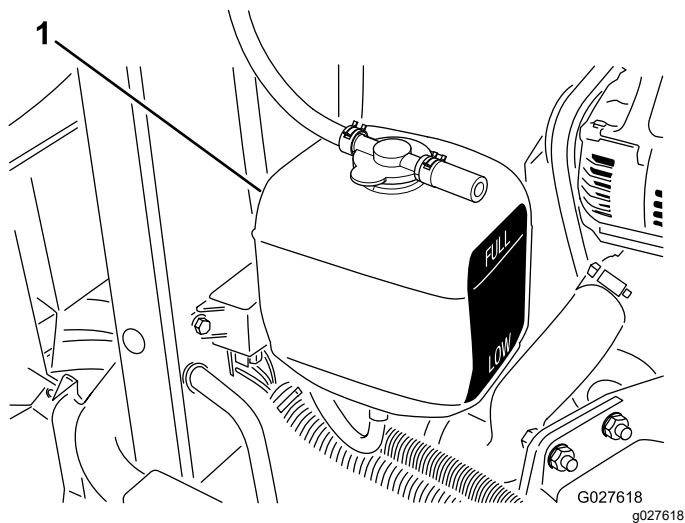

Figura 80
3. Controllate il livello del refrigerante nel serbatoio di espansione (Figura 80).